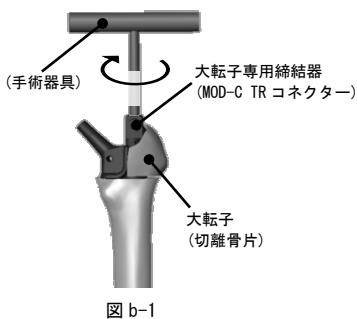

図 b-1
- 2) トルクレンチ等の専用手術器具を使用して、大腿骨システムの上部に大軸子専用締結器を連結し、接合する部分を把持固定する(図 b-1、b-2)。